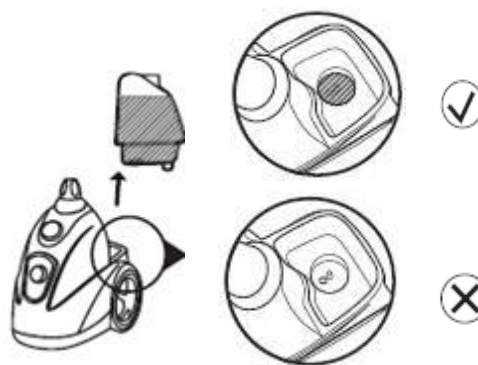

Abb. 13
- Heben Sie den Wassertank hoch um sicherzustellen, dass Wasser enthalten ist. (Abb. 13)**